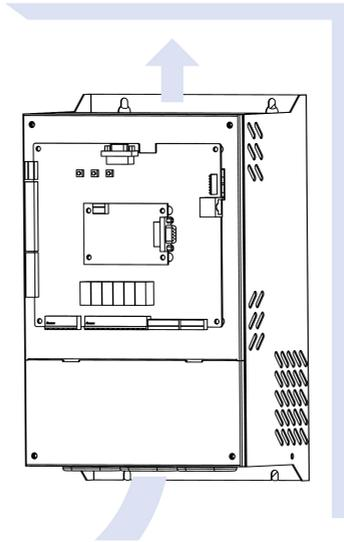

图 3-2 控制器散热示意图
- (1) 一般情况下应立式安装，控制器散热方式如图 3-2 所示。卧式安装时会严重影响散热，造成散热不良。